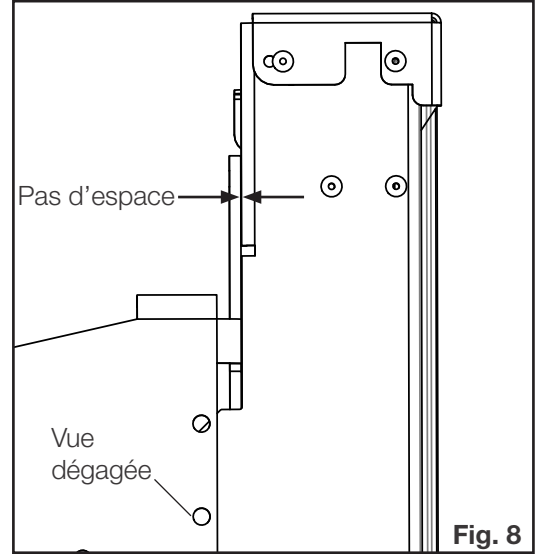

Fig. 8
8. Les trous des supports de fixation du GGA doivent être alignés avec les trous de vis des supports coulissants du GGA pour que la vue soit dégagée (**Fig. 8**). Habituellement, il faut soulever le GGA des deux côtés à l'aide des vis de réglage vertical. Habituellement, un soulèvement du GGA d'environ 1/8 po procure un montage préliminaire optimal (**Fig. 9**). Répétez sur l'autre fin du GGA.